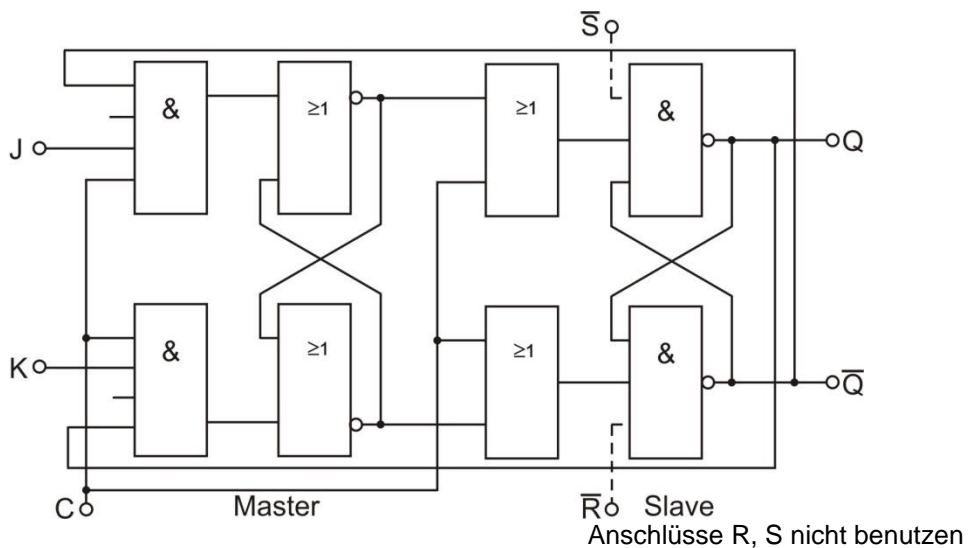

Abb. 5: Taktzustandsgesteuertes JK-Master-Slave-Flipflop mit taktunabhängigen Set/Reset - Eingängen.
- In einem JK-Master-Slave-Flipflop sind zwei steuerbare Flipflops hintereinander geschaltet. (Durch zusätzliche Eingänge am Slave-Flipflop können die Ausgänge unabhängig vom Takt an C gesetzt werden.) Das JK-Flipflop aus Abb. 5 wird aufgebaut und das Verhalten bezüglich der Übernahme einer Eingangsinformation nach einem Taktimpuls in Form einer Tabelle dargestellt. Dafür wird für den **Eingangszustand  $J = K = 1$**  der Zusammenhang zwischen dem Takt an C und dem Ausgang Q in einem Impulsdigramm aufgenommen. Bestimmen Sie das Verhältnis der Frequenzen an C und Q.